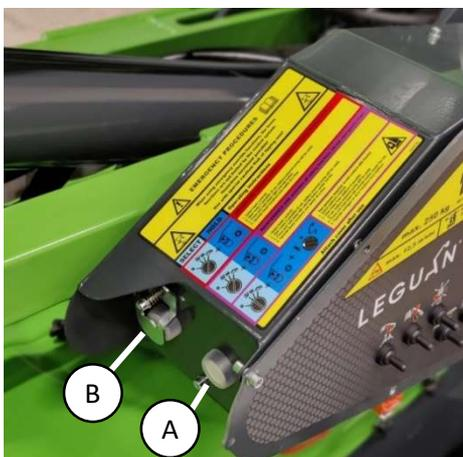

Abbildung 13. Überbrückungstasten
Für eventuelle Notsituationen ist die Zugangsplattform mit einer Lastkontrolle und einer Überbrückungstaste für die Not-Aus-Taste (Abbildung 13 (A)) ausgestattet. Die Taste darf nur in **extremen Notsituationen** betätigt werden, z.B. wenn der Bediener auf der Plattform das Bewusstsein verloren hat, die Not-Aus-Taste betätigt wurde und die Plattform zu seiner Sicherheit abgesenkt werden muss. Die Plattform muss in Richtungen bewegt werden, die das Kippmoment verringern (zur Mitte der Maschine hin). **Der Hersteller ist nicht für den Missbrauch der Funktion verantwortlich!** Die Überbrückungstaste befindet sich auf der linken Seite des
3. Drücken und halten Sie die Überbrückungstaste, die sich näher am Bediener befindet (Abbildung 13 (A)).
Für eventuelle Notsituationen ist die Zugangsplattform mit einer Taste zur Überbrückung der Sicherheitsfunktion (Abbildung 13 (B)) ausgestattet. Sie ermöglicht den Betrieb von Fahr-, Stütz- und Auslegerfunktionen in Fehlersituationen. Die Funktion kann zum Beispiel genutzt werden, wenn ein Sensor defekt ist und die Maschine zur Reparatur an einen sicheren Ort gebracht werden muss. **Mit äußerster Vorsicht und nur in Notsituationen verwenden!**
3. Drücken und halten Sie die Überbrückungstaste unter dem Deckel, die sich weiter vom Bediener entfernt befindet (Abbildung 13 (B)).